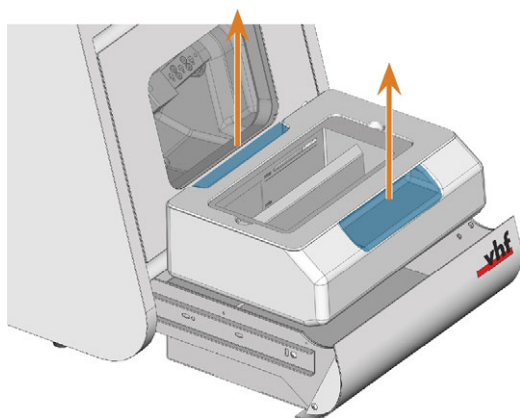

Abb. 33 KÜHLFLÜSSIGKEITSBEHÄLTER AUS DER KÜHLFLÜSSIGKEITSSCHUBLADE ENTNEHMEN
5. Ziehen Sie den Kühlflüssigkeitsbehälter in Pfeilrichtung aus der Schublade heraus (↗ Abb. 33 unten).